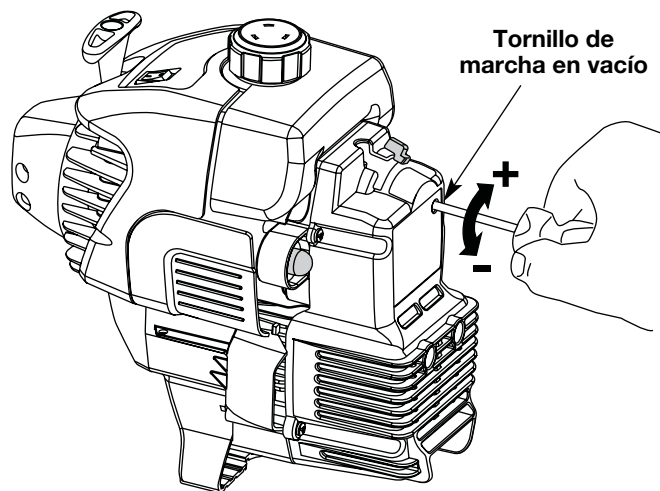

Fig. 27
La velocidad lenta del motor puede ser ajustada por la cubierta del silenciador / filtro de aire (Fig. 27).
2. Suelte el gatillo del regulador y deje que el motor funcione en marcha lenta. Si el motor se para, inserte un pequeño destornillador Phillips en el orificio de la cubierta del silenciador / filtro de aire (Fig. 27). Gire el tornillo de marcha lenta en **sentido horario**, de a 1/8 de vuelta por vez (según sea necesario) hasta que el motor funcione en mínima.